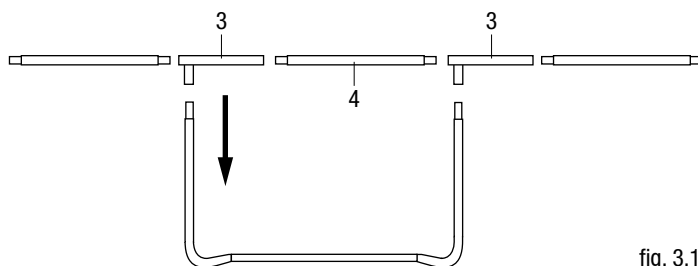

fig. 3.1
- Per eseguire questa fase di montaggio si ha bisogno di un aiutante. Una persona tiene il gruppo di sostegno di cui alla fase 2 in una posizione verticale ed inserisce le gambe d'appoggio di una tubatura del telaio con gamba d'appoggio (3) su una gamba fissa del gruppo di sostegno. L'altra persona tiene ferma l'altra estremità ed inserisce una tubatura del telaio (4) e ancora una tubatura del telaio con gamba d'appoggio (3) su un altro gruppo di sostegno. A questo punto sono disponibili 2 gruppi di sostegno che vengono tenuti insieme da una tubatura superiore del telaio con gambe d'appoggio. (fig. 3.1)